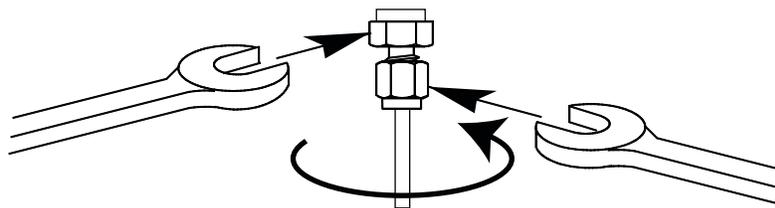

Figura 17. Apriete final
- 7 Para conexiones Swagelok de 1/8 pulgadas, utilice un par de llaves para apretar la conexión 3/4 de vuelta. Consulte la Figura 17.